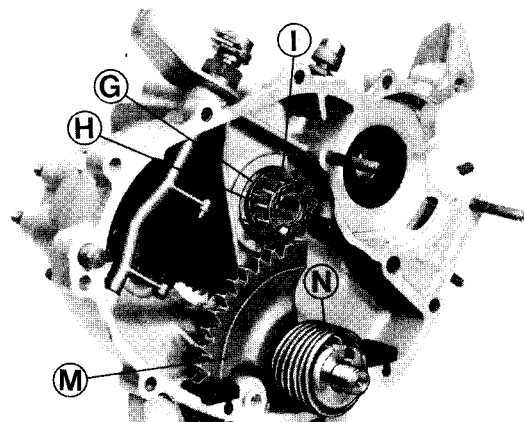

Fig. 77
**Fig. 77 - Ingranaggio e settore messa in moto (veicoli privi di avviamento elettrico):** controllare che i tamponi di gomma di fine corsa del settore dentato non siano avariati, nel tal caso provvedere alla loro sostituzione tenendo presente che non sporgano dal piano di accoppiamento del semicarterm.